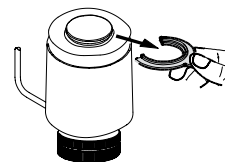

Рис. 1
Электропривод TWA-Z (NC) содержит в своей конструкции внутреннюю пружину, воздействующую на шток, и разрезное кольцо, которое удерживает шток в удобном для монтажа положении (рис. 1). После установки электропривода на клапан кольцо удаляется, и пружина перемещает шток клапана вниз, закрывая его.